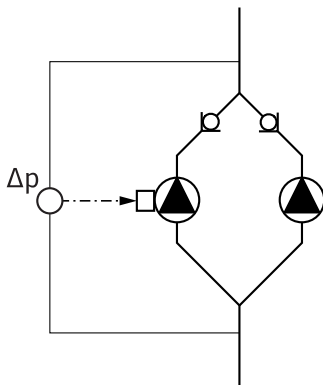

Fig. 18: Приклад. Під'єднання датчика перепаду тиску
- У наведеному на Fig. 18. прикладі головний насос розташований ліворуч у напрямку потоку. До цього насоса під'єднують датчик перепаду тиску.
- Точки вимірювання датчика перепаду тиску головного насоса мають знаходитись у тій самій трубі-колекторі на всмоктувальній і напірній сторонах двонасосної установки (Fig. 18).